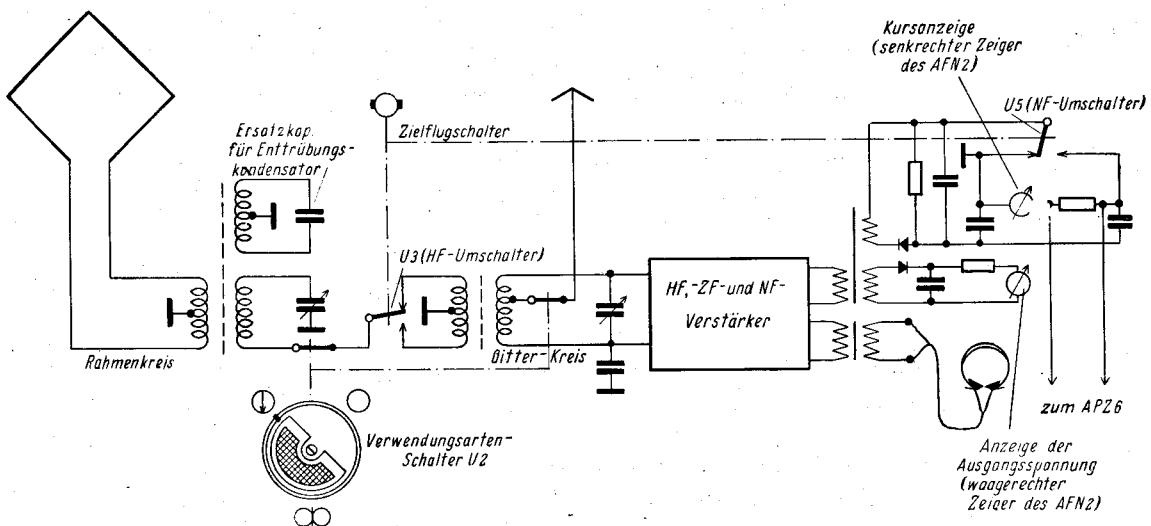

Abb. 11 Vereinfachter Stromlaufplan für „Vergleichspeilung“ (auch Zielflug)
34. Vergleichspeilung (vgl. Abb. 11)